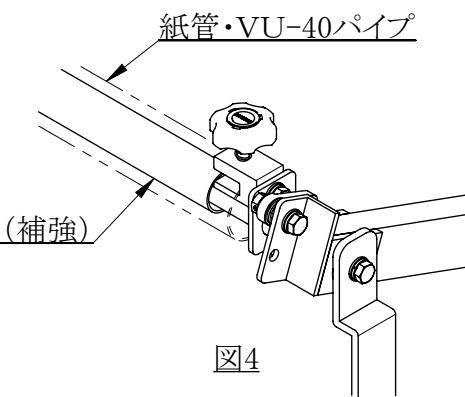

図4
- 長尺物や重いシートを巻き取る時は、紙管や塩ビパイプがたわむ場合があります。図4の様に②で用意したΦ31.8直管パイプをインナーパイプとして入れて補強してください。